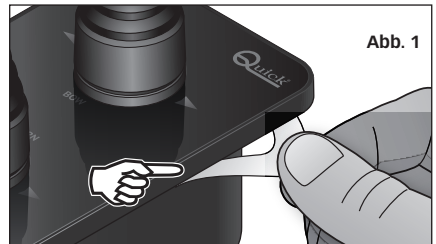

Abb. 1
- **(Abb. 1)** Das Schutzpapier von der Klebedichtung abziehen und dabei vermeiden, den klebenden Teil mit den Fingern zu berühren.